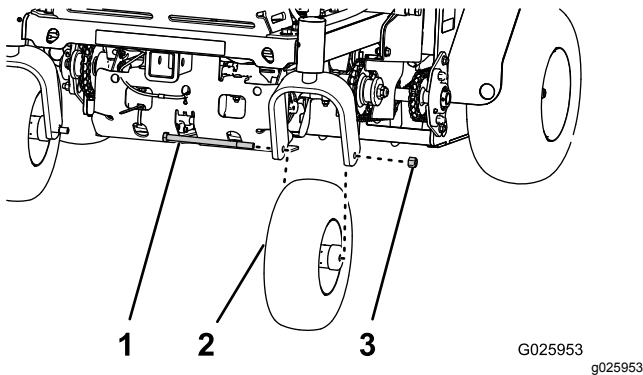

Figure 28
3. Retirez l'écrou et le boulon de roue, et déposez la roue pivotante de la fourche (Figure 28).
1. Placez le trou dans l'arbre de la roue pivotante entre les trous de la fourche (Figure 28).
2. Fixez l'ensemble roue à la fourche au moyen de l'écrou et du boulon (Figure 28) que vous avez retiré à l'opération 3 de Dépose des roues pivotantes (page 34).